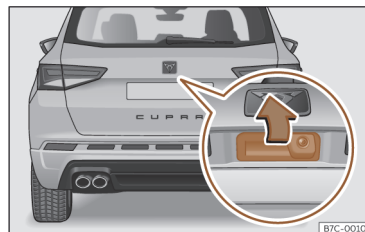

Fig. 54 Hayon arrière : ouverture de l'extérieur.
- **Ouvrir** : appuyez légèrement sur la poignée. Le hayon arrière s'ouvre automatiquement. >>> fig. 54.